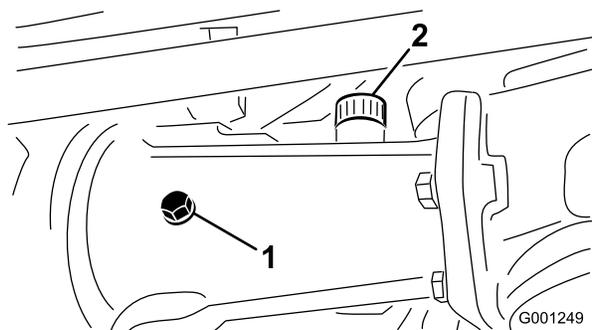
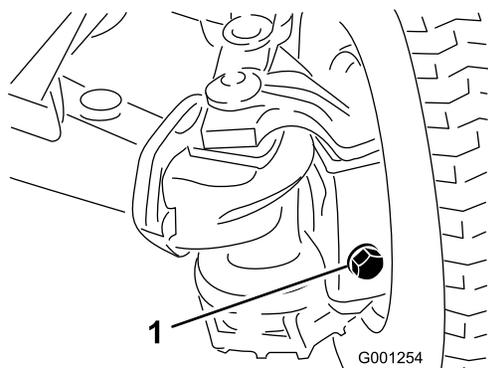

図 27
図 28
2. 点検プラグを取り、オイルが各穴の下の縁まであることを確認する。量が不足している場合は、給油プラグを外し、点検プラグ (図 27 と 図 28) の穴の下の縁まで補給する。